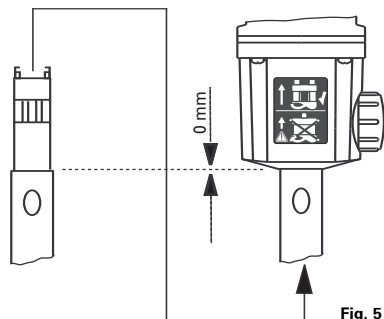

Fig. 5
- Öppna låsskruven (10), så att gängningen inte sticker in i hålet.
- Sätt in dispergeringsverktyget (9) i drivenheten underifrån till anslaget. Se till att dispergeringsverktyget blir korrekt insatt (se symbolen: sett framifrån mot motorn och dispergeringsverktyget skall de utstående flikarna stå åt sidorna). Efter ett mindre motstånd klickar stativet hörbart fast. Dispergeringsverktyget är korrekt monterat när ansatskanten ligger i nivå med underkanten på drivenheten (se fig.5).
- Lås fast dispergeringsverktyget genom att dra åt låsskruven (10).